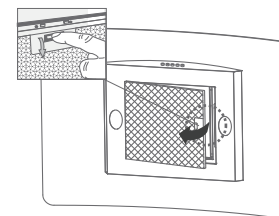

Fig.15
2. Para instalar el nuevo filtro de carbón retire la rejilla metálica (fig. 15)